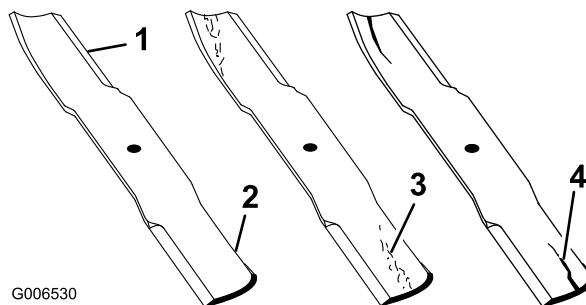

Figura 49
1. Inspeccione los filos de corte (Figura 49). Si los bordes no están afilados o tienen muescas, retire las cuchillas y afílelas. Consulte Afilado de las cuchillas.
2. Inspeccione las cuchillas, especialmente la parte curva (Figura 49). Si observa fisuras, desgaste o la
formación de una ranura en esta zona (elemento 3 en la Figura 49), instale de inmediato una cuchilla nueva.